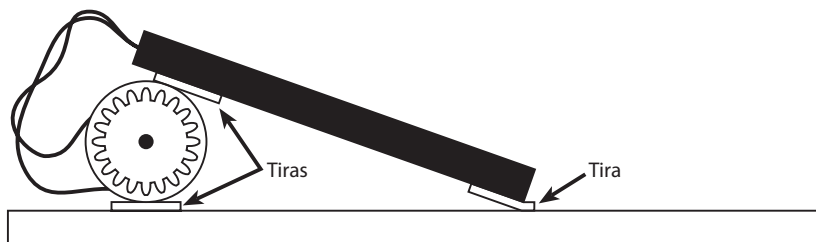

Figura 3
- Coloca dos tiras adhesivas en la parte posterior del panel solar, una justo debajo de los cables y la otra en el extremo opuesto colgando sobre el borde un poco. Retire el papel que cubre las cintas adhesivas. Presiona el panel solar sobre la carrocería y el motor para que el extremo de los cables esté cerca del motor y el panel solar forme un ángulo hacia la parte delantera del chasis (Figura 3).